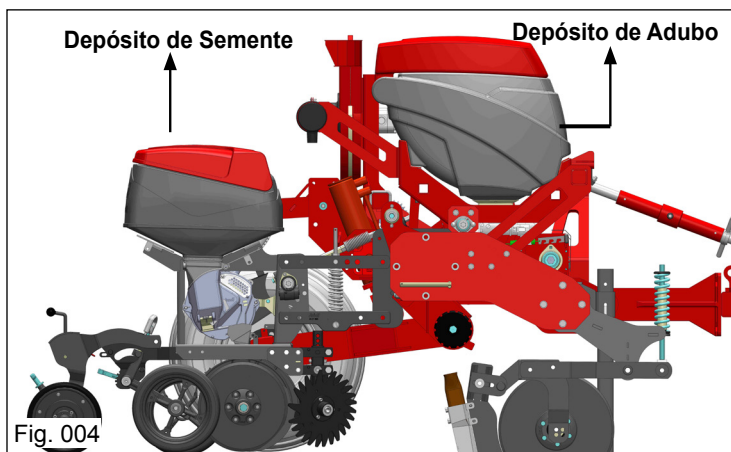

Fig. 004
- Construção em material termoplástico às intempéries do tempo (Fig. 004);